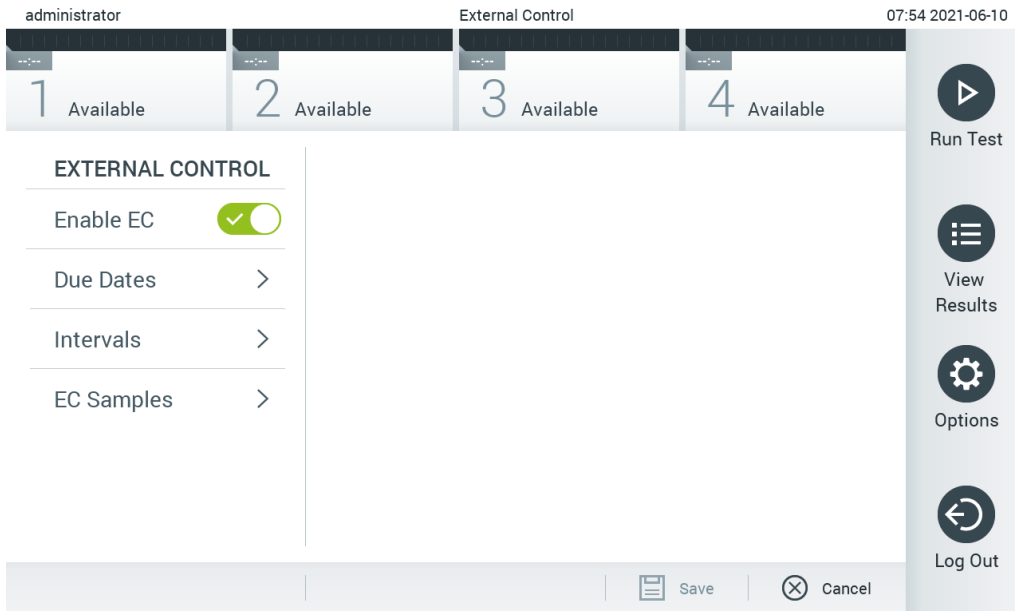

Рис. 50. Екран External Control (Зовнішній контроль).
2. Щоб активувати функцію, натисніть кнопку **Enable EC** (Активувати зовнішній контроль) (Рис. 50).